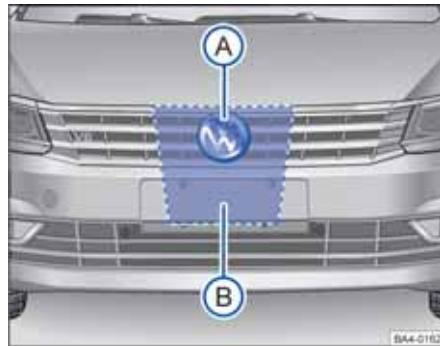

图 170 雷达传感器周围需要空出的区域
雷达传感器前方和四周的区域⇒图 170 ②不得被贴签、附加大灯、牌照装饰框或其他类似物体遮盖，因为这样做可能会影响车前测距监控系统的功能。